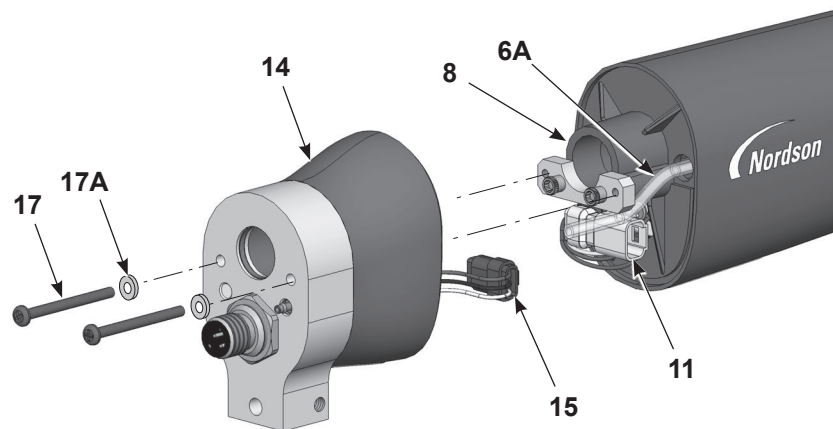
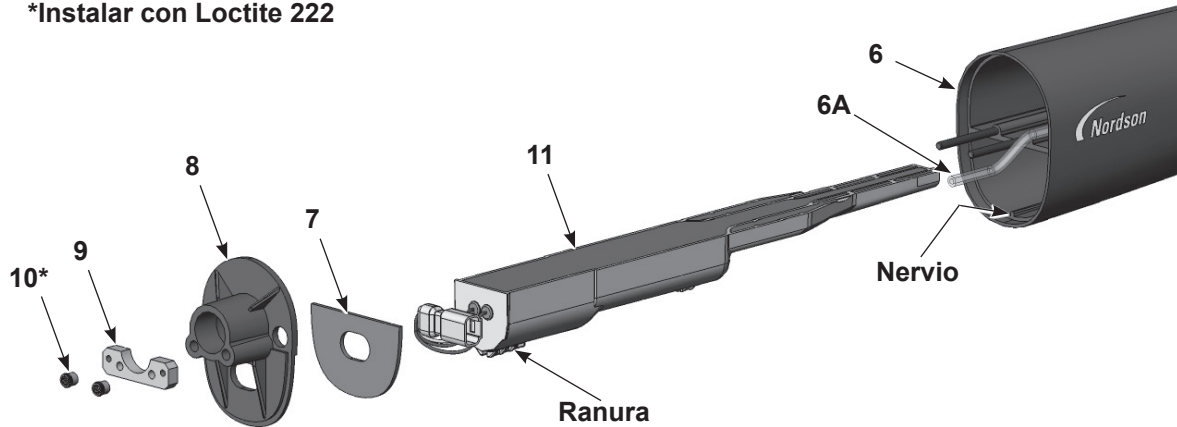

Figura 22 Desmontaje de una pistola de montaje en barra 1 de 3
Figura 23 Desmontaje de una pistola de montaje en barra 2 de 3
4. Ver la Figura 23. Con una llave macho hexagonal de 1/8 pulg., extraer las dos tuercas Allen (10) y la placa de tornillos (9) de la pared divisoria (8). Posteriormente extraer la pared divisoria del cuerpo de la pistola (6), introduciendo el cableado del suministro de tensión a través de la pared divisoria.
5. Deslizar el suministro de tensión (11) fuera del cuerpo de la pistola.
7. La junta obturadora (7) está pegada a la pared divisoria mediante un adhesivo sensible a la presión. Si la junta obturadora está dañada, sustituirla por una nueva.
1. Ver la Figura 23. Instalar el suministro de tensión (11) en el cuerpo de la pistola (6), asegurando que el nervio del cuerpo de la pistola se ajuste a la ranura en el suministro de tensión. Fijar el suministro de tensión en el cuerpo de la pistola.
2. Introducir el cableado del suministro de tensión a través de la pared divisoria, posteriormente instalar la pared divisoria (8) y la placa de tornillos (9) encima de los pernos del cuerpo de la pistola. Aplicar Loctite 222 a las tuercas Allen (10), posteriormente instalar las tuercas en los pernos y apretarlos a 0,45 N•m (64 pulg.-onzas) con una llave macho hexagonal de 1/8 pulg.
3. Ver la Figura 22. Conectar el cableado del receptáculo (15) al cableado del suministro de tensión (11). Enrollar los conectores del cableado (11, 15) en el conjunto del cuerpo posterior en las posiciones mostradas.
4. Conectar el tubo del filtro transparente (6A) al racor dentado de la parte interior del cuerpo posterior (14). Introducir cualquier tubo de aire transparente extra que haya en el cuerpo de la pistola, y posteriormente instalar el cuerpo posterior en la pared divisoria con los tornillos (17) y las arandelas de bloqueo (17A).